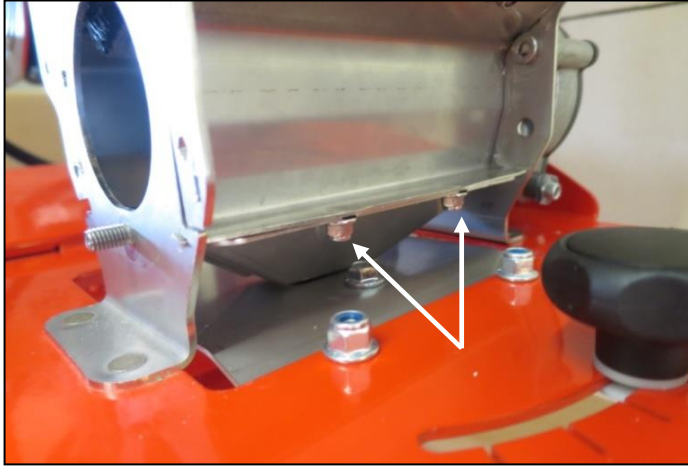
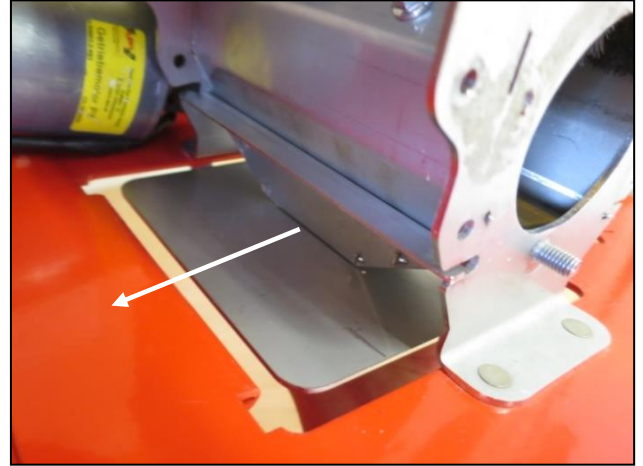
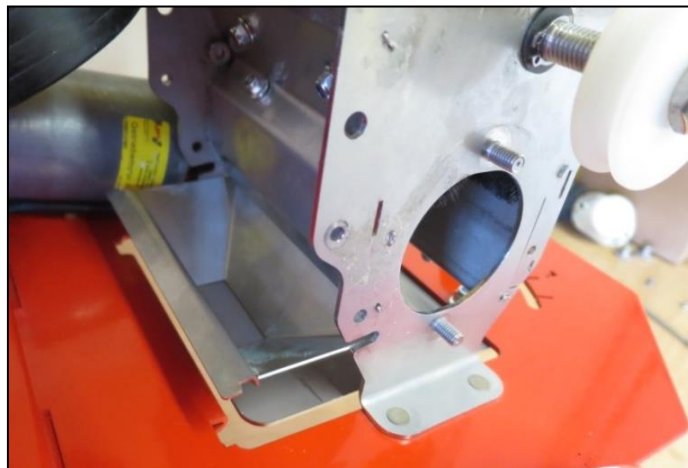

Abb.: 71
Abb.: 72
Abb.: 73
- Lösen Sie die beiden in Abb.: 71 gekennzeichneten Muttern und schieben Sie den Trichter in Pfeilrichtung (gekennzeichnet in den Abb.: 72 und Abb.: 73) nach hinten aus der Einheit heraus.
- Um die Auftreffpunktverstellung mit der Adapterplatte zu demontieren, lösen Sie die in Abb.: 72 gekennzeichneten Flanschmutter und die schwarze Sterngriffschraube.